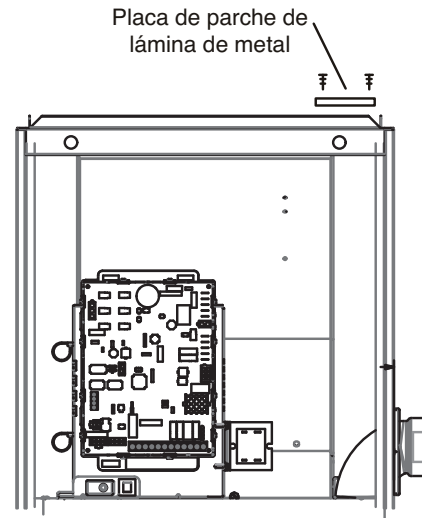

FIGURA 20
- 8 - Reutilice la placa de parche para cubrir el agujero en la tapa superior. Ver la FIGURA 20. Quite los dos tornillos que sujetan la tapa superior al calefactor en el lado derecho y reinstálela sujetando el borde derecho de la placa de parche y el lado derecho de la tapa superior al calefactor. Use dos tornillos para hoja metálica de autoperforación (incluidos) para terminar de sujetar el borde izquierdo de la placa de parche en el lado izquierdo.